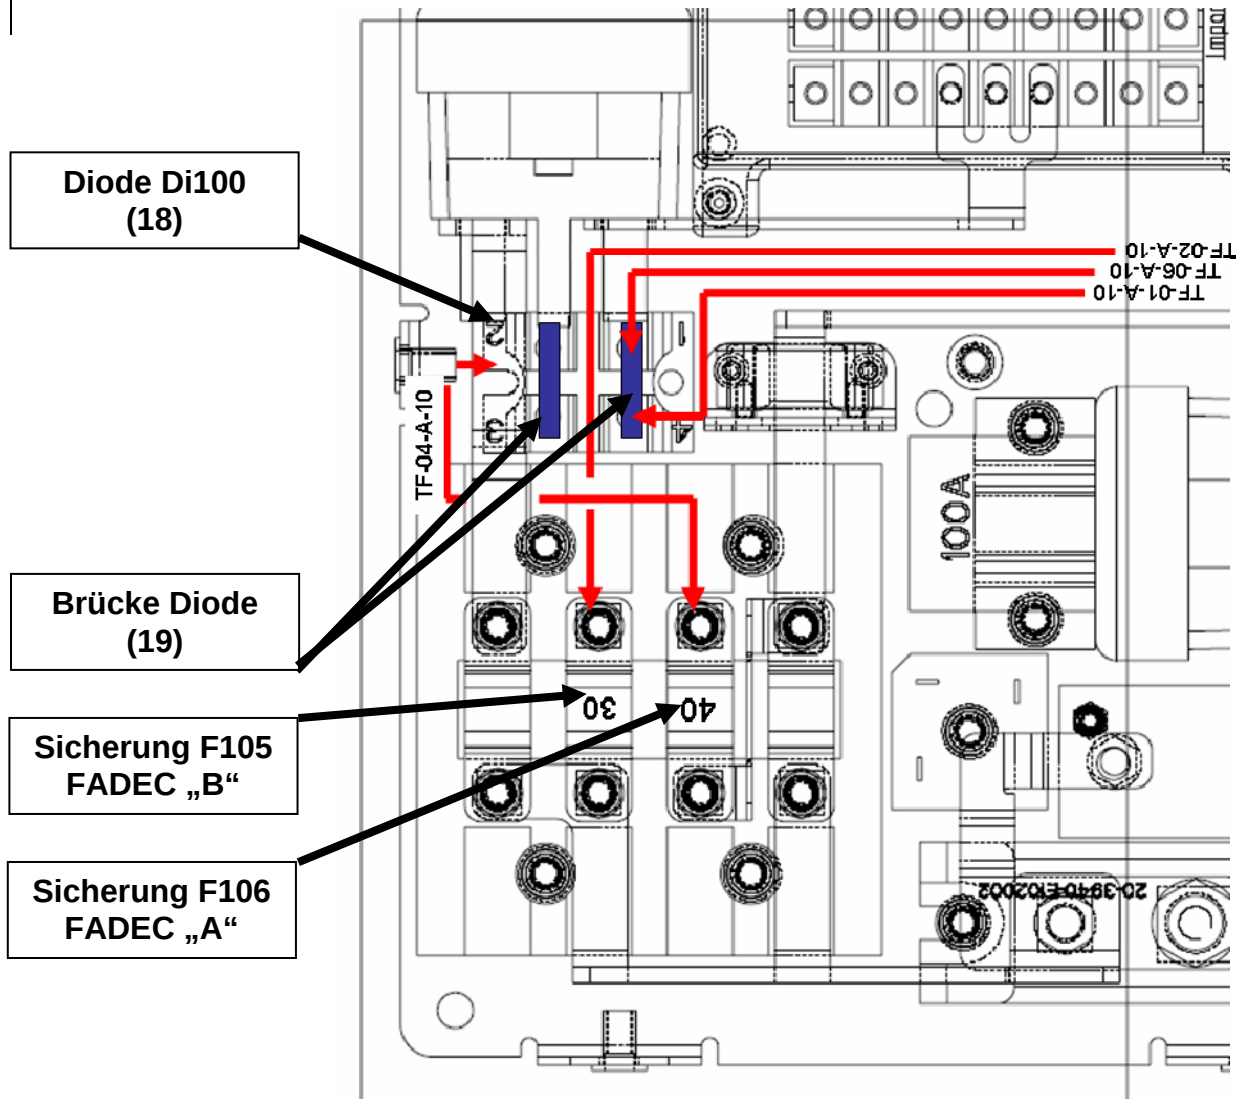

Bild 2 TAE Relaisträger (14 und 28V) modifiziert
- Leitung mit Kabelbindern befestigen und diese mit Scheuerschutz (21) an Durchführungsstellen versehen.
- Leitung TF-06-B-10 (26) am Circuit Breaker (7) „BAT“ mit Sechskantmutter (31 bzw. 34) anschließen und Gummikappe (11) installieren.
- Leitung TF-06-N-10 (27) an Massepunkt der Hauptbatterie anschließen, siehe AMM-40-02.
■ **ACHTUNG:** Leitung (26) und (27) nicht an der Batterie anschließen!
- Elastomer Schlauch (20) über Batterieanschlüssen installieren.
5. Modifizierung des TAE Relaisträgers, 14V und 28V (Siehe Bild 2)
- Neue Diode (18) im Relaisträger installieren.
- Diode mit zwei Schrauben (8), zwei Scheiben (9) und zwei Muttern (10) befestigen.
■ **ACHTUNG:** Scheiben (9) unter den Muttern (10) anbringen!